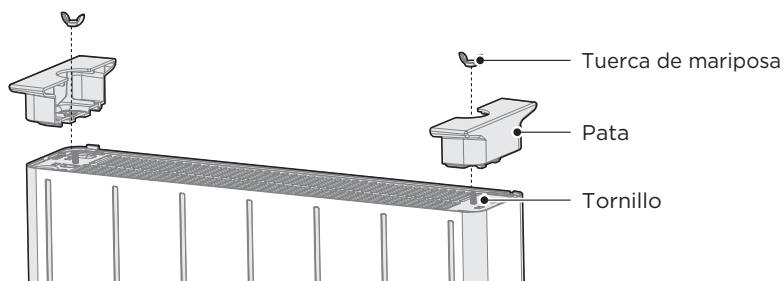

Figura 1
- 2 Saque las patas del embalaje. Alinee el orificio de la pata con el tornillo y presione ligeramente hasta que encaje por completo. (Figura 1)